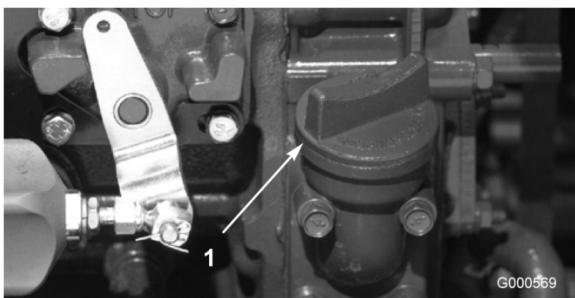

Figura 14
4. Si el nivel de aceite está por debajo de la marca FULL, retire el tapón de llenado (Figura 14) y añada aceite hasta que el nivel llegue a la marca FULL. No llene demasiado.